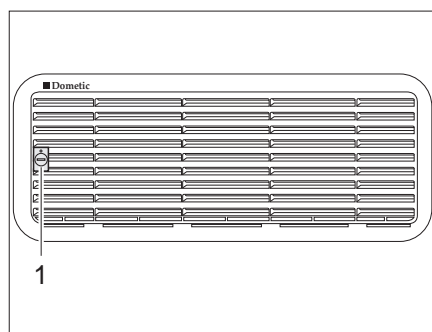
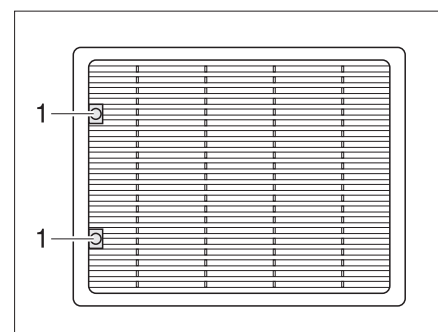

Fig. 221 Grille d'aération du réfrigérateur (Dometic petit)
Fig. 222 Grille d'aération du réfrigérateur (Dometic grand)
- Tourner la vis (Fig. 221,1 ou Fig. 222,1) d'un quart de tour à l'aide d'une pièce de monnaie.